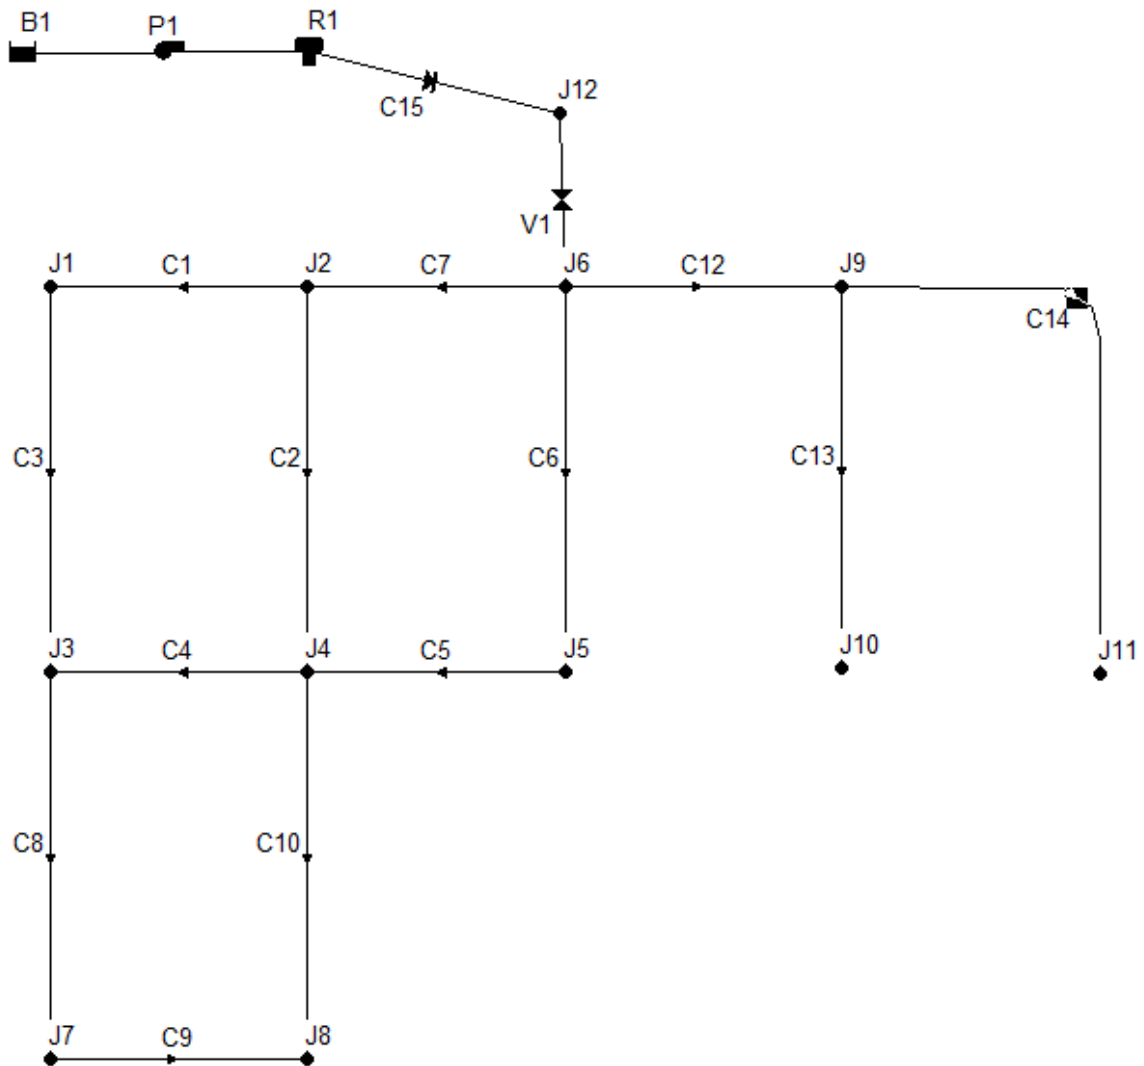

Figure 3 : schéma du réseau modifié
- Ajouter une extension au réseau de la figure 2: 3 nœuds J9 , J10 , J11 liés à 4 conduites C12, C13 , C14 et C15(voir la figure 3), la conduite C14 est liée à un coude d'angle 45° et la conduite C15 est muni d'un clapet anti retour